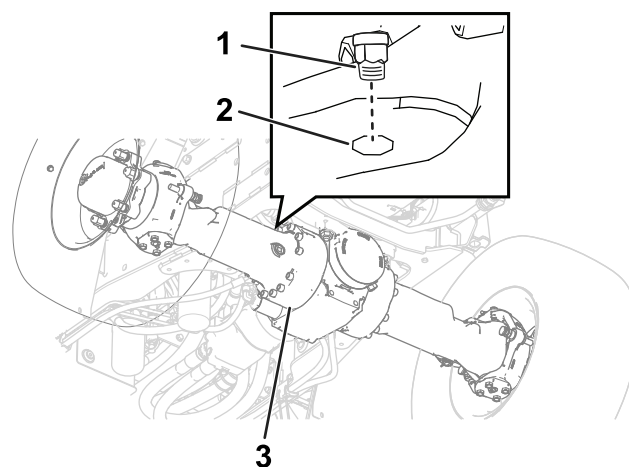
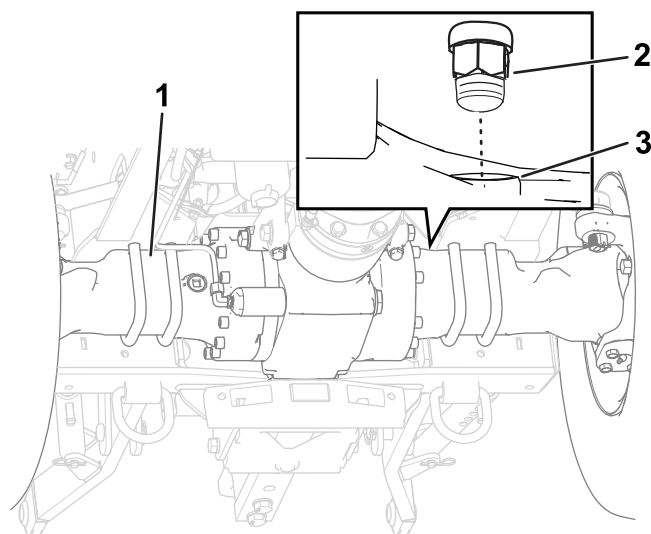

Figura 103
Figura 104
1. Limpie la zona alrededor de los respiradores con un disolvente (Figura 103 y Figura 104).
2. Retire los respiraderos de los ejes delantero y trasero (Figura 103 y Figura 104).
5. Instale los respiraderos en los ejes delantero y trasero (Figura 103 y Figura 104).